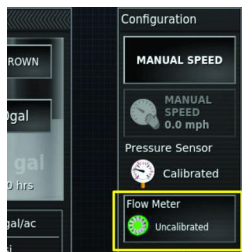

Bild 168
- Tippen Sie auf das Symbol DURCHFLUSSMESSER (Bild 168).